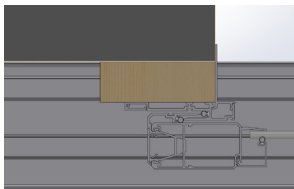

Figura 26
13. Es posible que sea necesario hacer una muesca en la tira de **ganchos** en obra o solicitarla más larga si se cambian de rieles mediante un recrecido. (Consulte la figura 26).